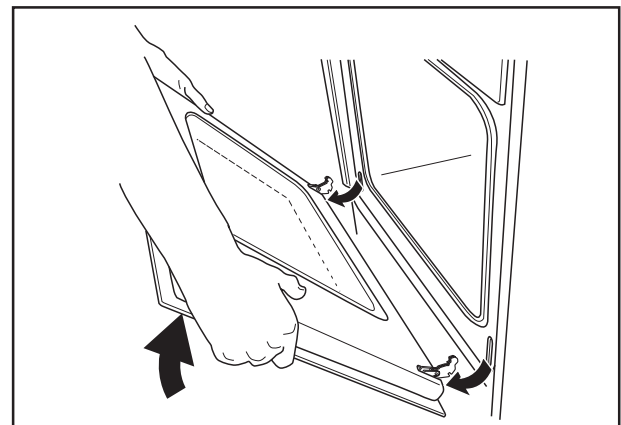

Fig. 14
4. afferrate la porta ai due lati esterni e richiudetela lentamente **MA NON COMPLETAMENTE** (Fig. 14);
5. sganciate le due cerniere, estraendole dalla loro sede e liberando così la porta del forno (Fig. 14);